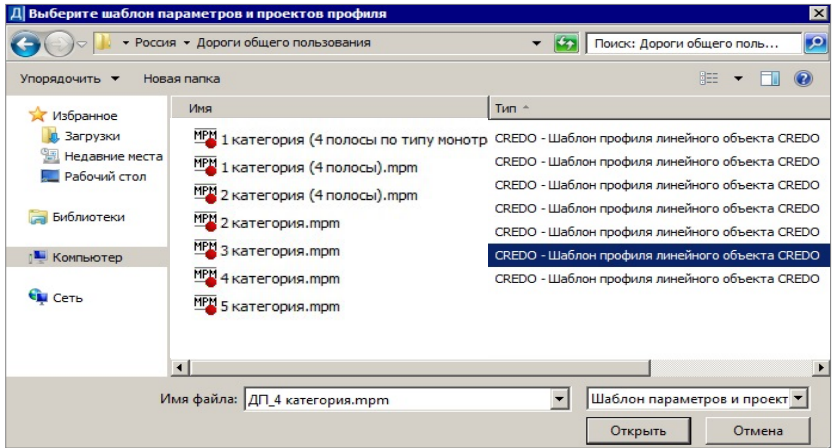

Рис. 26.19
- Поставочные шаблоны хранятся по пути установки системы ДОРОГИ в папке **Templates** (рис. 26.19).